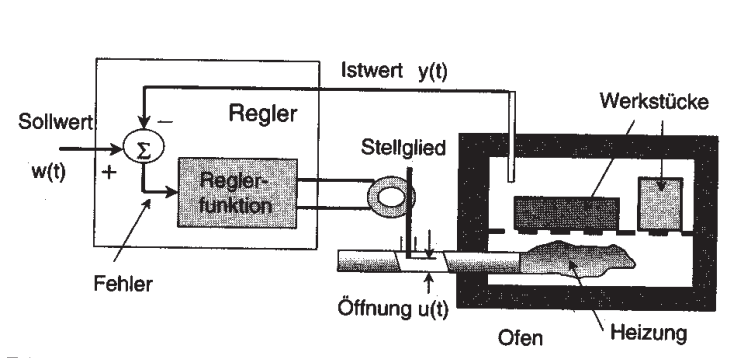

Abbildung 4: Technologisches Schema der Temperaturregelung eines Brennofens
- 1.) Stellen Sie entsprechend des Signalfussbildes (s. Abb. 4) ein Simulationsdiagramm unter Simulink[®] mit den entsprechenden Übertragungseigenschaften (Regler: P-Regler mit Verstärkung K_R) und folgenden Parametern auf! Untersuchen Sie den Führungsübergangsvorgang ($w(t) = \sigma(t)$)! Gibt es eine bleibende Regelabweichung (Regeldifferenz)? Parameter: $k_P = 0.1$, $T_P = 100$, $k_{st} = 1$, $k_S = 0.01$, $T_S = 5$,